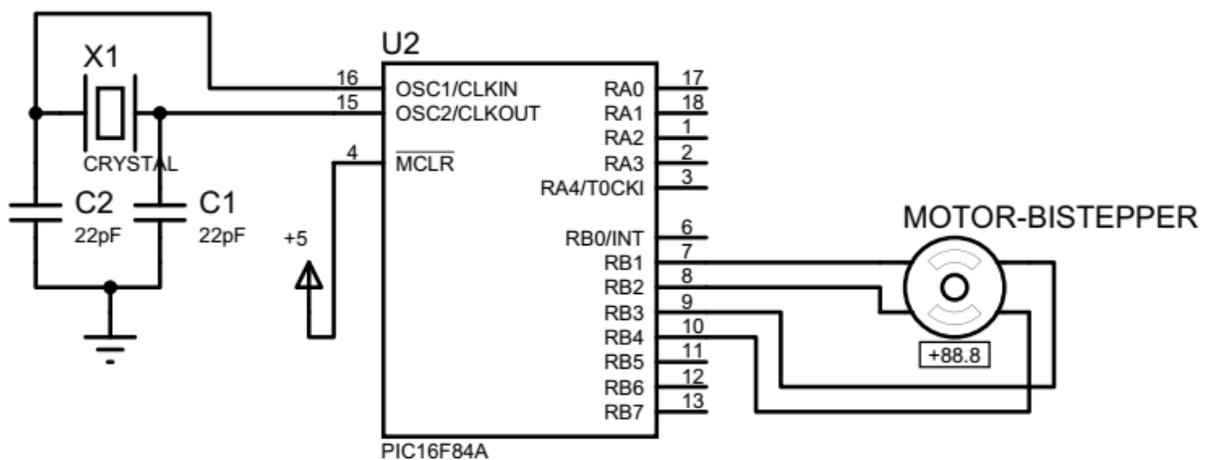

Figure 1. Circuit de fonctionnement de l'application
Cette application permet de commander un moteur pas à pas bipolaire à travers le port B du μ -contrôleur PIC16F84A. Le circuit de fonctionnement sous Proteus est illustré sur la figure 1.
- 2- Réaliser le circuit de la figure 1 sous Proteus